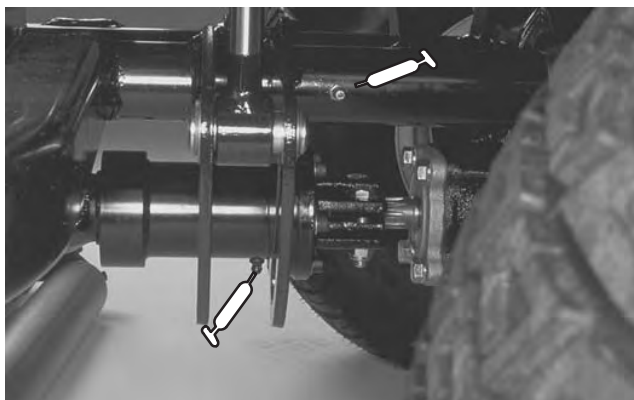

Bild 37
- Hintere Hubarm-Drehbüchsen (2) (Bild 37) Kupplung der Antriebswelle